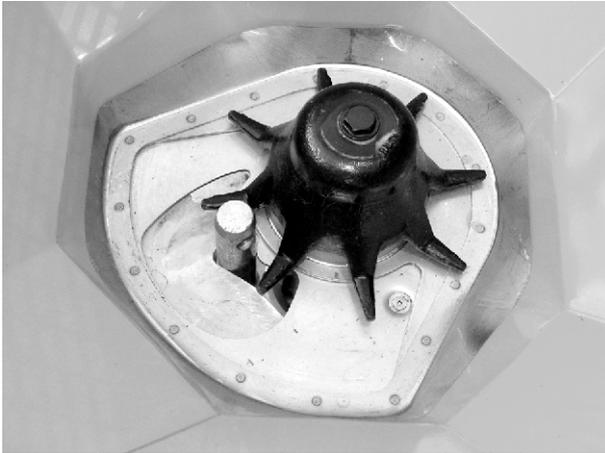

Abb. 87: Unterlenkerbolzen in Dosieröffnung
- ✓ Der Dosierschieber ist leicht gegen den Bolzen gedrückt. Siehe *Abb. 87 Unterlenkerbolzen in Dosieröffnung*.